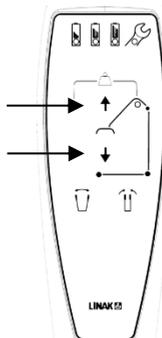

Fig. 1.6G
6. Avant la première utilisation et après chaque contrôle de service, le boîtier de commande doit être réinitialisé : poussez simultanément les boutons «vers le haut/vers le bas» sur la commande manuelle (Fig 1.6G). voir section 3.1 – Utiliser le lève-personnes mobile.